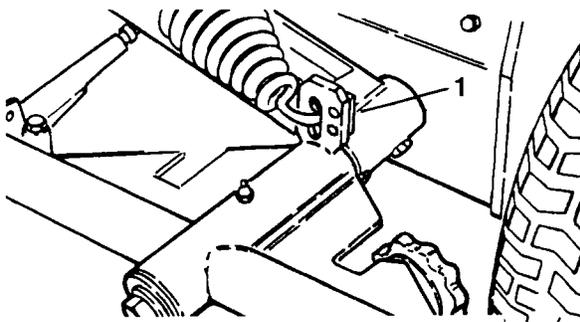

Bild 49
1. Ein Ende der Feder in das zweite Loch (von unten) des Schnittwerk-Hubprofils einhaken (Bild 49).